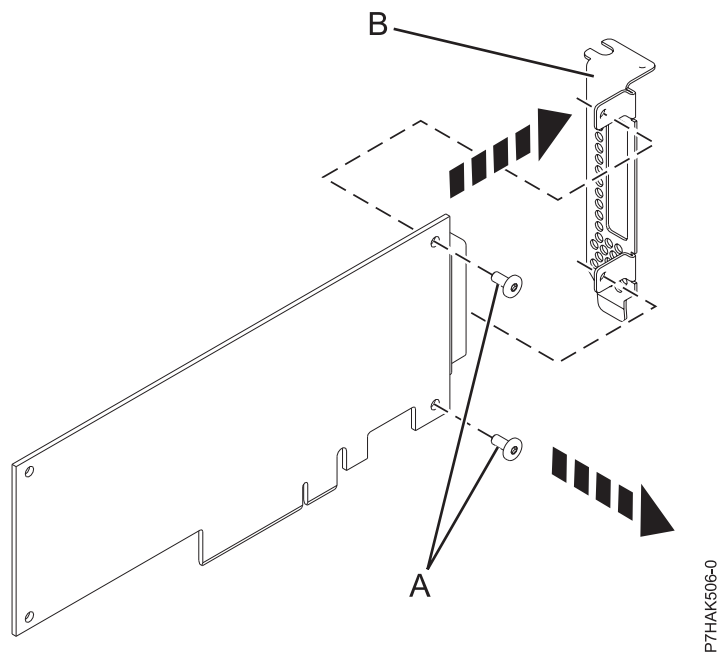

Figura 76. Remover o contraponto de baixo perfil de um adaptador PCIe
2. Com uma chave de fendas Phillips, desaperte os dois parafusos (A) que ligam o contraponto (B) ao adaptador PCIe, como demonstrado em Figura 76 na página 88.